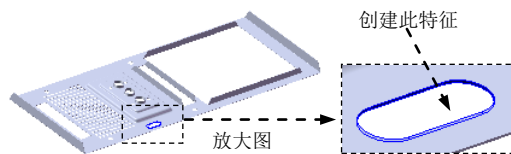
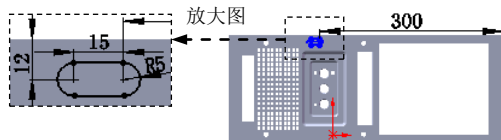

图 17.8.57 创建切除一拉伸 7
图 17.8.58 横断面草图
Step16. 创建图 17.8.57 所示的切除一拉伸 7, 横断面草图如图 17.8.58 所示, 具体操作过程参见 Step15。